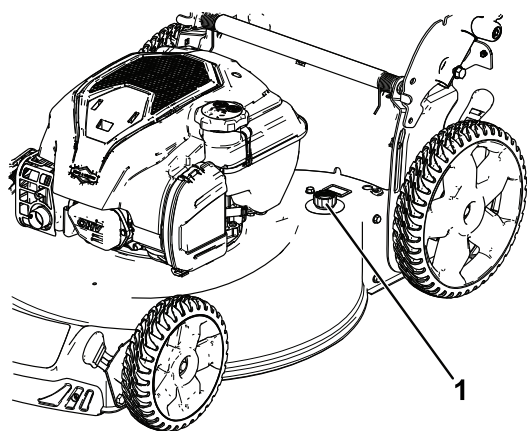

Рисунок 24
5. Присоедините садовый шланг, подключенный к источнику воды, к отверстию для промывки в корпусе (Рисунок 24).